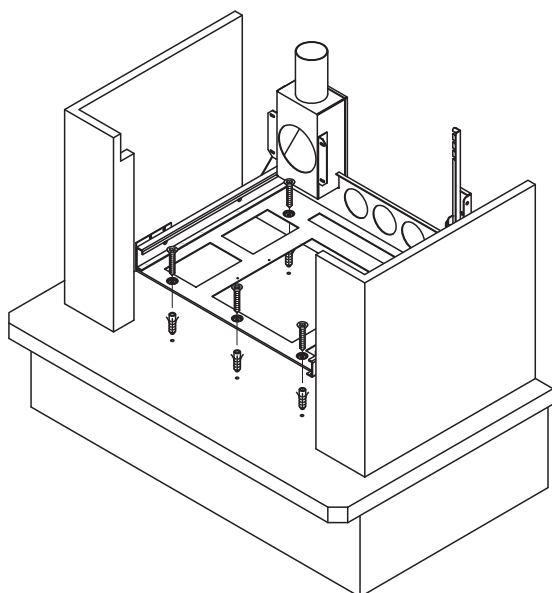

Fig. 6.1.8
- 2) Posizionare e fissare con dei tasselli il basamento al piano del caminetto (Fig. 6.1.8);
- 2) Use plugs to position and fasten the base to the surface of the fireplace (Fig. 6.1.8);
- 2) Den Sockel auf der Kaminebene positionieren und mit Dübeln befestigen (Abb. 6.1.8).